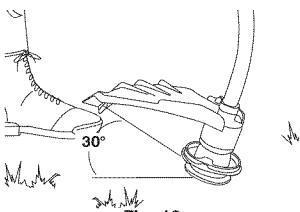

Fig. 13
Gire toda la unidad a modo de que el accesorio de corte se ubique a un ángulo de 30° con el suelo (Fig. 13).
5. Hale la línea y cerciórese de que la línea esté contra el cubo y que esté totalmente extendida a través de los túneles de posicionamiento (Fig. 13).